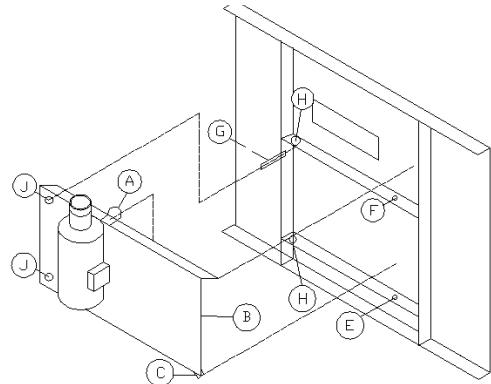
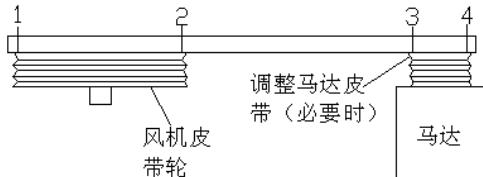

图12
图13
- ⑤ 把第二个水盘固定在钢结构支撑上。
(7) 外置电动机安装
- ① 电动机底板安装之前，应先看图12.
- ② 将吊具插入电动机底板（B）上的“U”形螺栓（A）中。
- ③ 吊起电动机底板，并将轴销（C）插入孔（E）轴销（D）插入孔（F）。轴销焊在电动机底板的右端。
- ④ 将垫圈和螺母拧在轴销上（不要过紧）。另用锁紧螺母装在轴销（C）上。
- ⑤ 将“J”形螺栓（G）插入孔（H），装上平垫圈和开口销。在电动机底板装上之后，将螺母和垫圈装“J”形螺栓的丝扣段。
- ⑥ 将“J”形螺栓插入电动机底板上的（J）孔内，装上平垫圈、锁定垫圈和螺母，从电动机底板上的“U”形螺栓上拆去吊具。将电动机底板装在机组的箱体上，供安装皮带之用。
- ⑦ 将高能皮带（K）图13装在通风机和电动机的皮带轮上。用“J”形螺栓上的螺母调整皮带紧度。不要调的过紧。用手在皮带上加适当的压力，其中间的挠度为13mm。
- ⑧ 测量，使电动机底板上、下边与机组外壳距离相等。检查并保证已在工厂调整好的皮带轮成一条直线。最后检查皮带轮边缘应有四个接触点（见图13）。必要时，调整电动机皮带轮的位置。